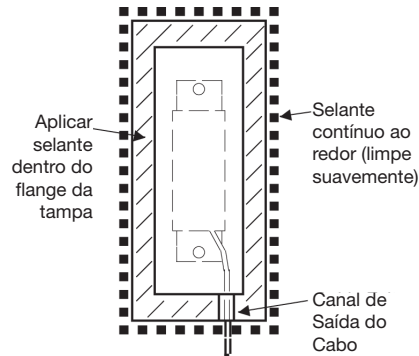

Figura 3-9. Tampa ambiental.
10. Vide Figura 3-9. Aplique um fio generoso de selante no flange interno da tampa ambiental. Adicione selante extra ao canal de saída do cabo.